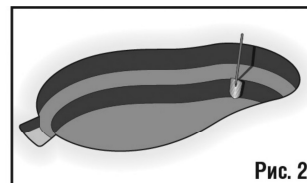

Рис. 2
- Второй уступ, как правило, располагается на глубине 20,32–25,4 см. На данном этапе следует начать рыть яму для водоочистителя (см. Рис. 2).